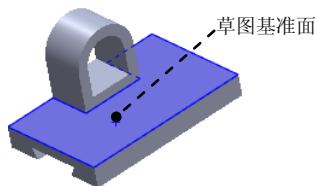

图 5.1.28 选取草图基准面
- (1) 选取草图基准面。选取如图 5.1.28 所示的模型表面作为草图基准面。